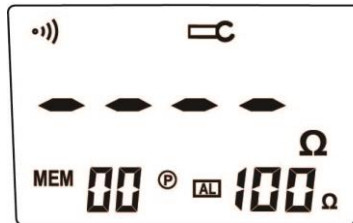
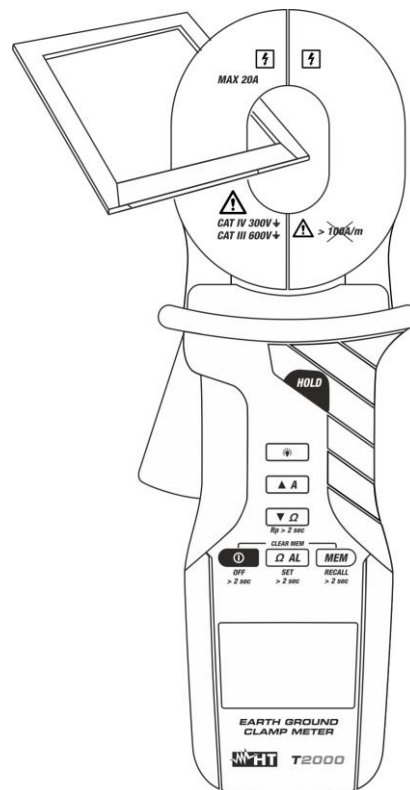

Abb. 7
Abb. 8: Widerstandsmessung der Testschleife
3. Öffnen Sie die Zangenbacken sanft (im Display erscheint die Bildschirmseite in der Abb. 7) und umklammern Sie die mitgelieferte Testschleife (siehe Abb. 8).
3. Öffnen Sie die Zangenbacken sanft (im Display erscheint die Bildschirmseite in der Abb. 7), umklammern Sie den zu messende Erder und lesen Sie das Ergebnis auf dem Display ab.